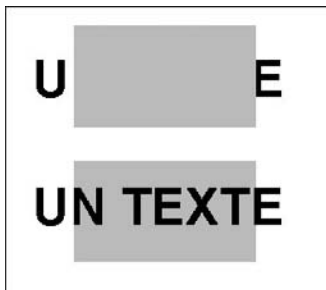

Fig.8.34
- [1] Exécuter la commande de modification de l'ordre d'affichage à l'aide d'une des méthodes suivantes (fig.8.34) :